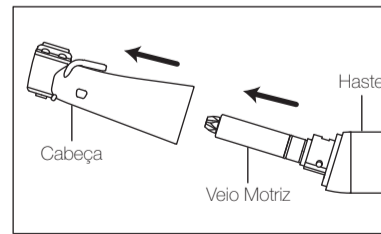

Fig. 7
- Retire a cabeça da haste (Fig. 7).
- Retire o veio motriz da haste (Fig. 7).